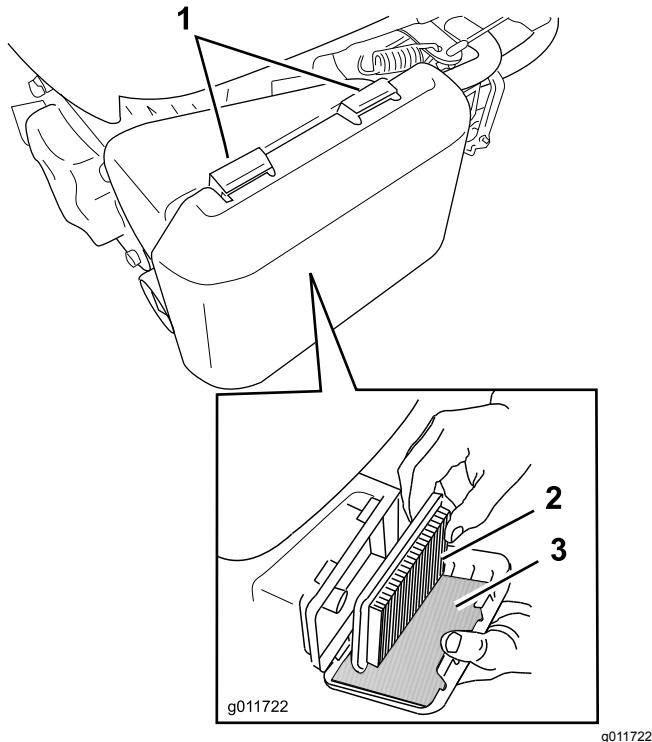

Figure 30
1. Appuyez sur les languettes de verrouillage en haut du couvercle du filtre à air (Figure 30).
3. Retirez l'élément en papier et le préfiltre en mousse (Figure 30).